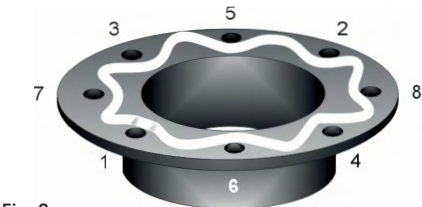

Fig. 2
- Bei spannungsempfindlichen Flanschen außen und innen bzw. in Schlangenlinie verlegen (Fig. 2). Enden wie in Fig. 3 ersichtlich abschneiden und entsprechend der Empfehlung überlappen. Überstand zum Ende hin so abschneiden, dass gesamt ca. 120 % der Höhe verbleiben.